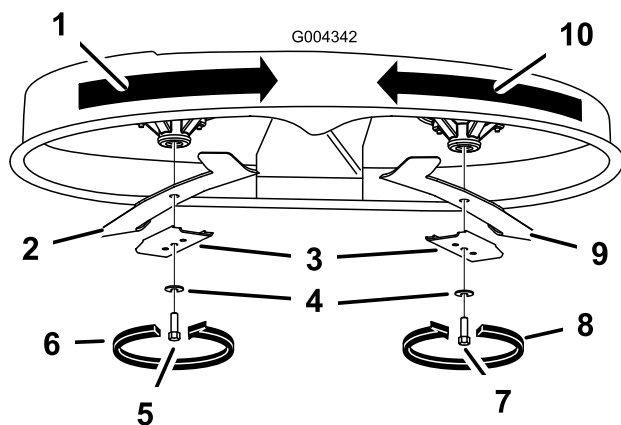

Figure 50
Tenez la lame à son extrémité avec un chiffon ou un gant épais. Enlevez de l'axe, le boulon, la rondelle bombée, le renfort et la lame (Figure 50).
1. Placez la lame sur l'axe (Figure 50).
2. Montez le renfort, la rondelle bombée (face concave vers la lame) et le boulon de lame (Figure 50).